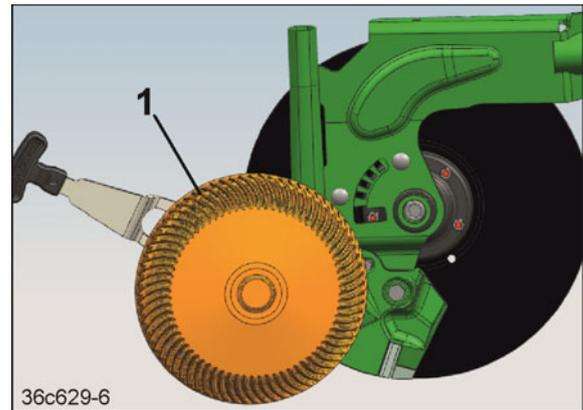

Fig. 306
1. Enlever le disque de guidage en profondeur (Fig. 306/1).
9. Monter le disque/la roue de guidage en profondeur (Fig. 306/1) et mettre dans la position souhaitée.